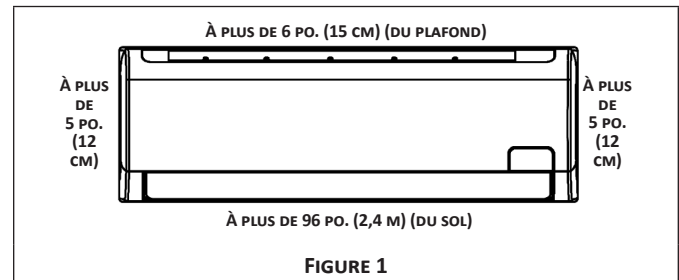

FIGURE 1
- Veillez à ce que les espaces représentés par des flèches soient calculés depuis la paroi, le plafond ou tout autre obstacle (Voir dégagements minimum requis à la Figure 1.)